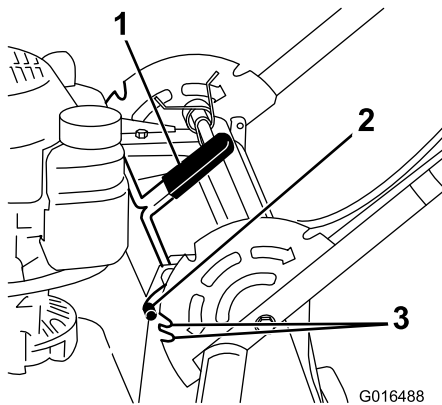

Figura 18
1. Tirate indietro la leva del blocco della maniglia per disinserire i relativi perni (Figura 18).
2. Fate ruotare la maniglia e allineate la tacca desiderata nella staffa della maniglia ai perni del blocco della maniglia; fate riferimento a Figura 18.